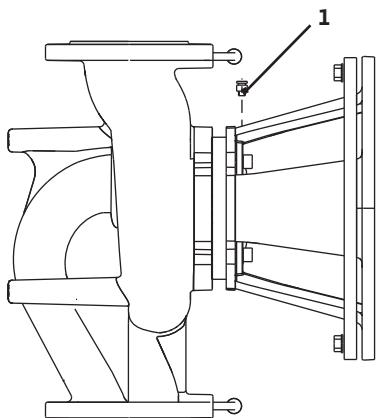

Fig. 17: Válvula de ventilação
- A válvula de ventilação (fig. 17, Pos 1) deve sempre apontar para cima.